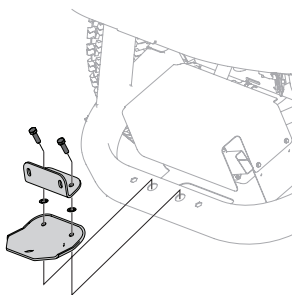

Figura 4
3. Coloque el conjunto de soporte en el bastidor inferior del tractor con dos tornillos de cabeza (710-0376). Consulte la Figura 4.